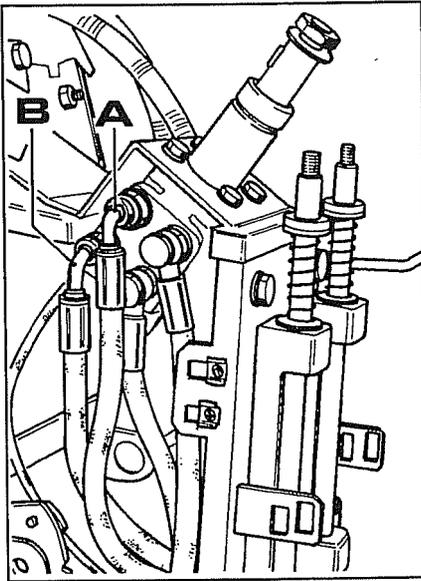

Fig. 14
14. Desconectar el tubo de descarga **A** fig. 14 de la dirección hidrostática al cambio, luego desconectar el tubo de impulsión **B** de la válvula prioritaria de la dirección hidrostática.